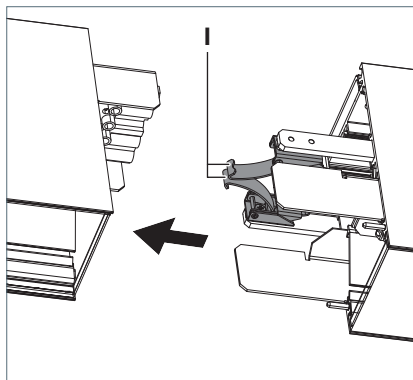

Fig. 23: Fixer des luminaires les uns aux autres.
- Pressez les étagères **I** l'un contre l'autre, voir Fig. 23.